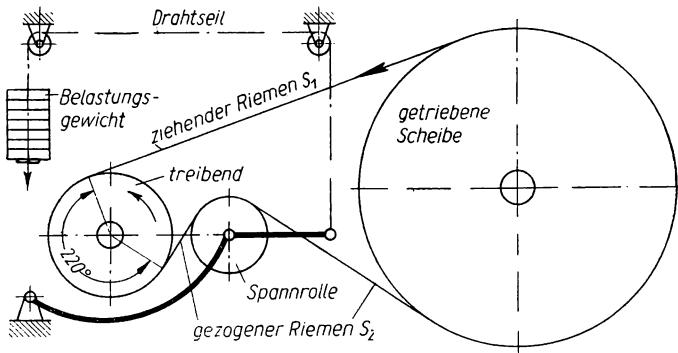

Bild 270
- 412.** Bei dem Riementrieb (Bild 270) wird in dem gezogenen Riementeil durch eine Spannrolle mit Belastungsgewicht eine Spannkraft 170 kg erzeugt. Der vom Riemen umfaßte Winkel an der treibenden Scheibe beträgt 220° , die Reibungszahl für Leder auf Grauguß 0,25. a) Wie groß ist an der treibenden Scheibe der umspannte Bogen, gemessen auf einem Kreise vom Halbmesser 1? b) der Wert $e^{\mu \alpha}$? c) Welche höchstzulässige Zugkraft darf von der treibenden